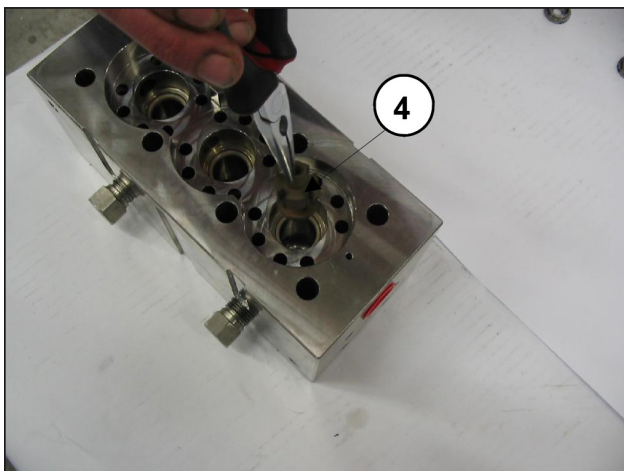
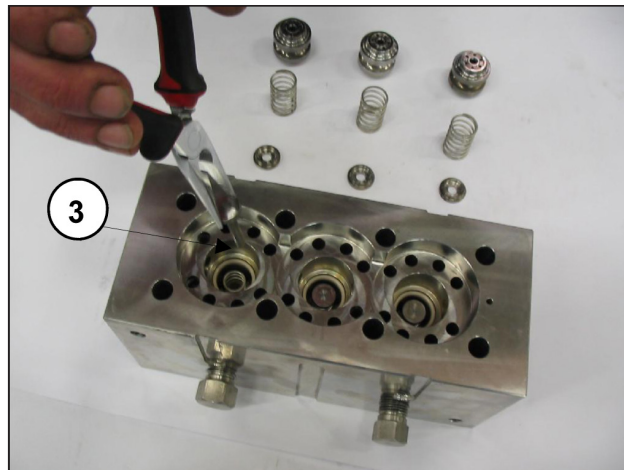

Рис. 26
Рис. 27
- Выньте тарелки нагнетания ③ и соответствующие направляющие ④ с пружинами, как показано на Рис. 26 и Рис. 27, проверьте их степень износа, заменяйте при необходимости и в любом случае не реже, чем предусмотрено в таблице «Профилактическое техобслуживание» раздела 11 **Руководства по эксплуатации и техническому обслуживанию.**